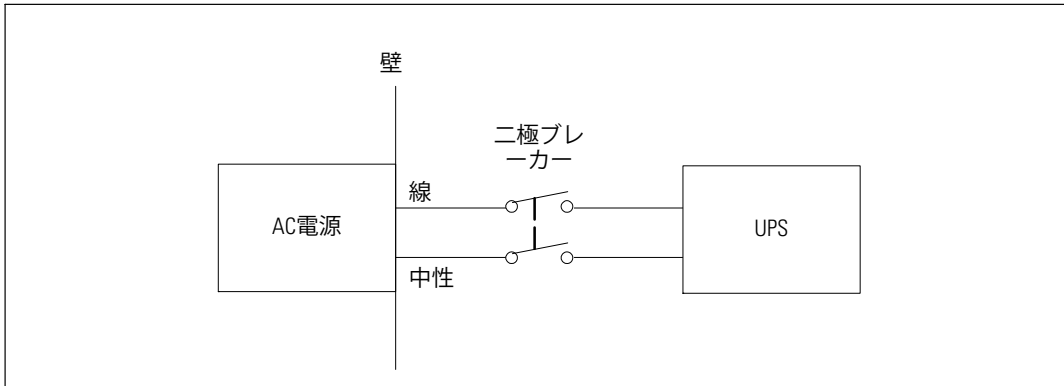

図 17. ブレーカー略図
- 保護装置は、UPS出力および負荷間に、二極切断装置が必要です（図 17を参照）